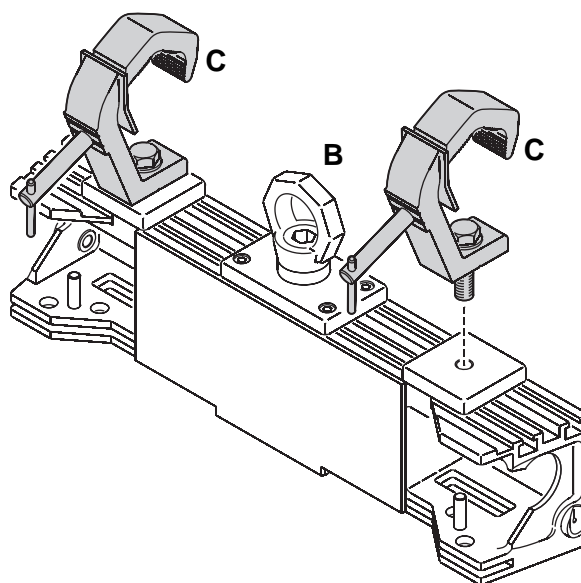

Figure 5: Crochets de suspension
- Voir Figure 5. Procurez-vous des crochets de suspension (**C**) homologués pour le poids total qu'ils vont soutenir. Vissez deux de ces crochets au Bloc de Tête avec de la connectique M12 homologuée pour la charge à soutenir.